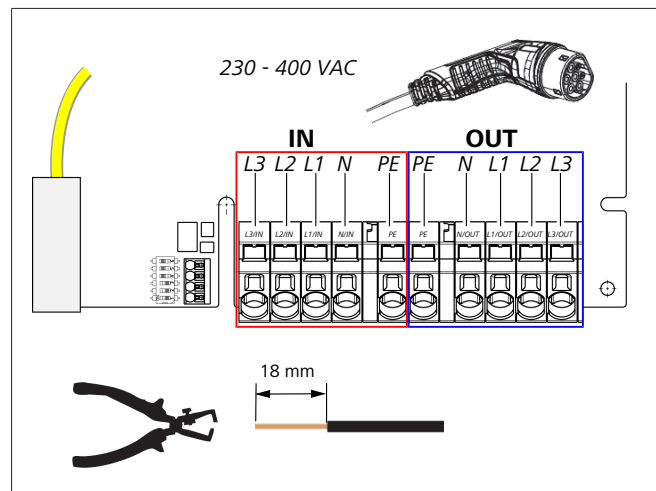

Fig. 8
9. Bruk en en flatskrutrekker (3,5 mm) til å koble til de enkelte ledningsendene på den venstre klemmeblokken med påskriften "IN" iht. spesifikasjonene i bildet (Fig. 8).